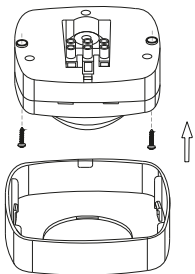

Рисунок 13 – Монтаж ДД-022, ДД-023
– С помощью отвертки с плоским жалом отщёлкнуть и снять защитную крышку датчика (рисунок 13).